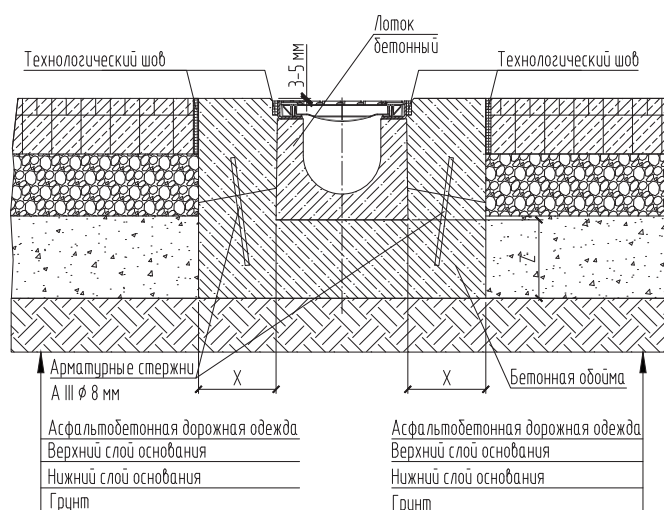

Рис. 13 - Пример обоймы бетонного лотка для класса нагрузки от D400 до E600 с прилегающим покрытием «асфальтобетонной дорожной одежды».
- для зон с повышенной нагрузкой классов от D400 до E600 лоток бетонируется на всю высоту с учетом усиленной планки, в основание обоймы вставляются фиксирующие стержни длиной 300 мм с шагом 0,5м с каждой стороны лотка, в качестве стержней рекомендуется применение арматуры А III, не менее  $\varnothing 8$  мм, см. рис. 13.